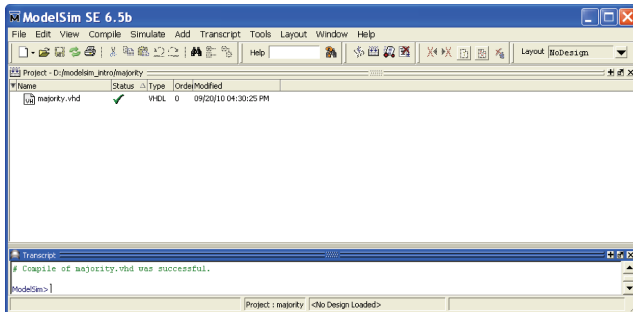

fig6
- Les projets sont compilés avec succès ✓ (fig6)